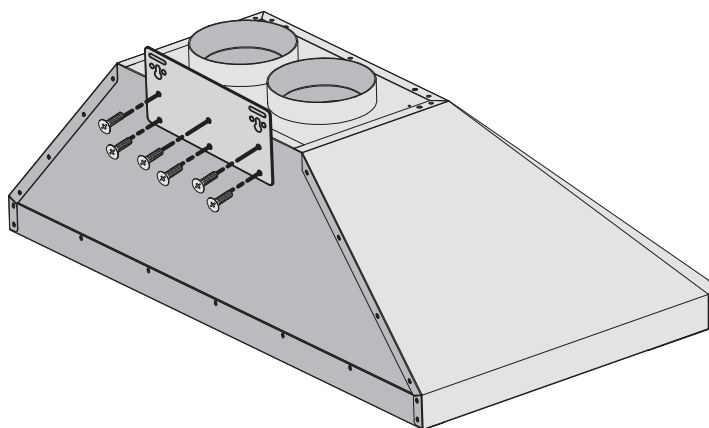

Figure 1
- Attachez la ferrure de fixation de la hotte à l'arrière de la hotte avec six vis A comme montré dans la figure 1.